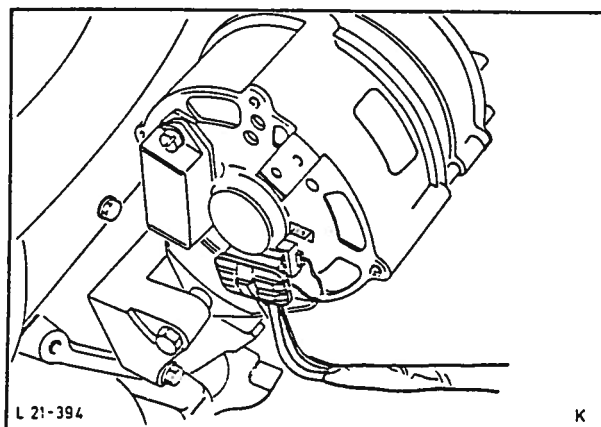

Fig. 29 Vekselstrømsdynamoens ledninger.
28. Kople ledningene til vekselstrømsdynamoen, fig. 29, til temperatursenderenheten, til oljetrykksbryteren, til glødepluggene, til viftekoplingen, til motorens stoppbryter samt motorens godskabel.